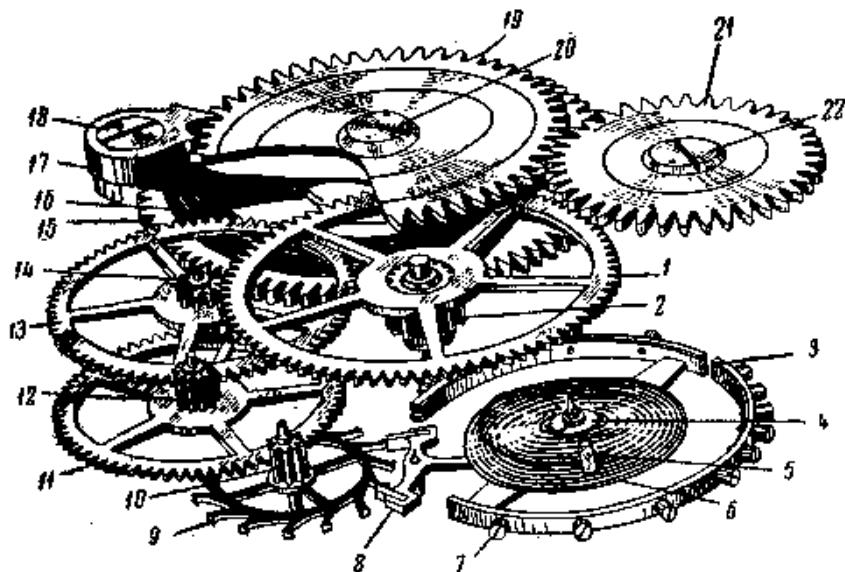

Рис. 1. Механизм часов с анкерным ходом (вид сверху):
Для более детального ознакомления с названиями и назначением отдельных конструктивных элементов часов на рис. 1 приведена развернутая схема механизма часов с анкерным ходом. Заводная пружина 16, находящаяся в барабане 15, раскручиваясь передает через зубья барабана, движение на триб 2 центрального колеса, сидящий на одной оси с центральным колесом 1, ведущим триб промежуточного колеса 14. Промежуточное колесо 13 через триб 12 передает движение на секундное колесо 11, которое в свою очередь вращает триб ходового колеса 10 и находящееся с ним на одной оси ходовое колесо 9. Зубья этого колеса кинематически соединяются с налетами анкерной вилки 8. Анкерная вилка, колебляясь, сообщает импульсы балансу 3.
**Компенсация с помощью баланса.** Обод баланса делают биметаллическим, т. е. из двух неодинаково расширяющихся от температуры металлов, например из стали и латуни, и разрезают в двух диаметрально противоположных местах (рис. 1). Баланс таким образом превращается в пару биметаллических дуг. Металл, расширяющийся сильнее (латунь), находится с внешней стороны, металл с меньшим коэффициентом линейного расширения (сталь) — с внутренней.